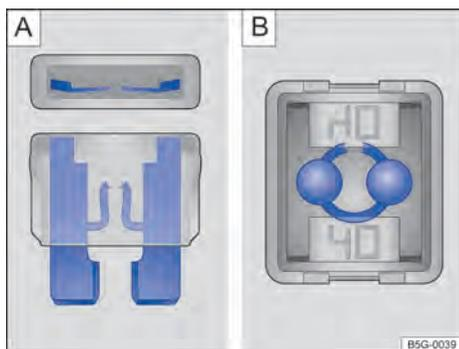

Fig. 159 Fusível queimado: **A)** fusível plano, **B)** fusível de bloqueio.
- Um *fusível plano* (ATO®, MINI®) queimado é reconhecido de cima ou de lado pela carcaça transparente nas faixas metálicas derretidas → Fig. 159 **A**.
- Um *fusível de bloqueio* (JCASE®) queimado é reconhecido pelas faixas metálicas derretidas por cima da carcaça transparente → Fig. 159 **B**.